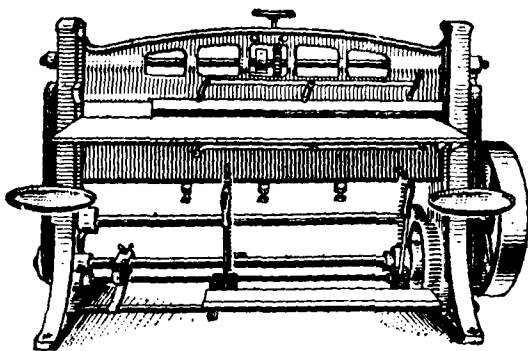

Рис. 11. Сгибальная машина
**Сгибальная машина.** В производстве ученических сумок и ранцев сгибальная машина (рис. 11) необходима для отметки мест сгиба деталей (корпус, клапан). Сгибальная машина — это массивный чугунный стол с выступающими над ним стойками. В прорезах стоек движется